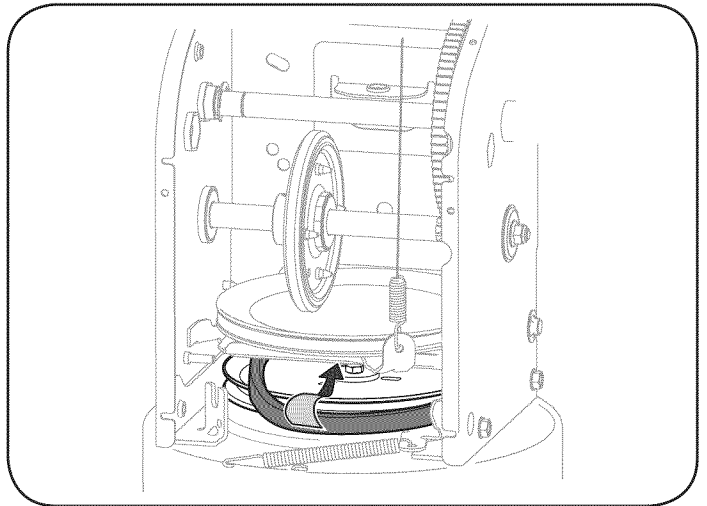

Figura 25
7. Retire la correa de alrededor de la polea de la barrena y deslice la misma entre la ménsula de soporte y la polea de la barrena. Vea la figura 25.